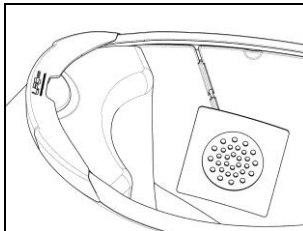

Fig. 33
- Posicionar el altavoz derecho en el lugar correspondiente de la almohadilla y fijarlo con el respectivo adhesivo (Fig. 33).